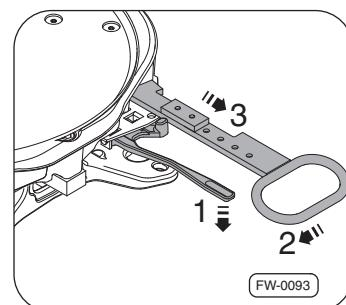

Fig. 8 · Ouvrir le verrouillage
1. Appuyer vers le bas sur le levier de sécurité ⇒ Fig. 8, –flèche 1– avec le pouce et incliner la poignée de déverrouillage vers la gauche